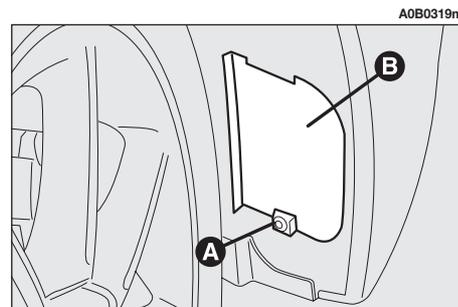

fig. 33
- Svitare la vite (**A-fig. 33**) e rimuovere il coperchio di protezione (**B**).